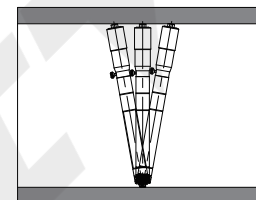

Fig.3
3. Durante la medición, asegúrese de que no haya virutas de corte ni otros residuos en las dos caras de medición y en la superficie de la pieza de trabajo, ya que podrían afectar al resultado. Gire el manguito de fricción para ajustar su tamaño a menos del diámetro del orificio y, a continuación, introduzca el micrómetro en el orificio. Coloque la cara de medición fija en contacto con el orificio medido, gire lentamente el casquillo de fricción, agite suavemente el micrómetro a lo largo del eje y el radio del orificio para encontrar el valor mínimo en la dirección axial (Fig. 3) y el valor máximo en la dirección radial (Fig. 4), apriete el tornillo de bloqueo y retire el micrómetro para obtener el resultado.